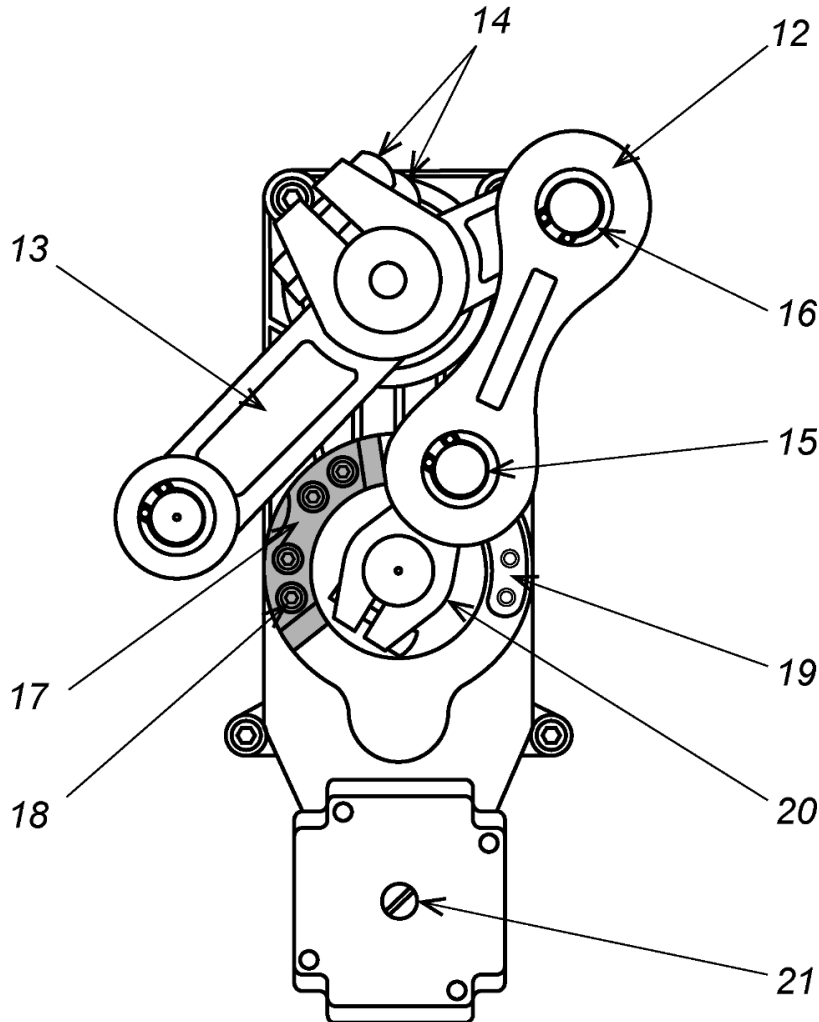

Рисунок 10. Порядок переустановки стрелы шламбаума
По умолчанию шламбаум поставляется с положением стрелы, рассчитанной на правосторонний проезд (стойка шламбаума фронтальной стороной располагается справа от проезжей части). При необходимости изменения этого положения на противоположное выполните следующие действия (см. рис. 10):
- вращайте винт (ручку) разблокировки привода (21) (см. рис. 10) влево или вправо до тех пор, пока нижний шарнир шатуна (12) не выйдет из крайнего положения и стрела не станет поддаваться ручному воздействию вверх,